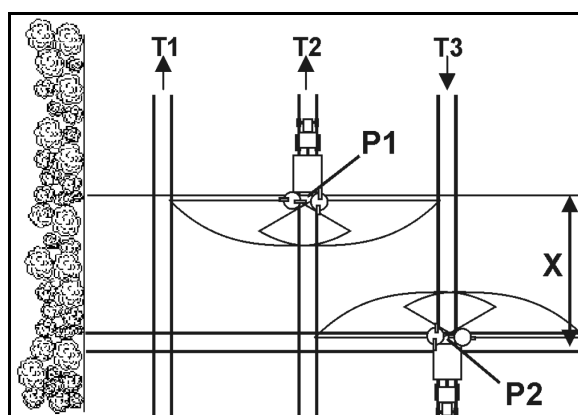

Рис. 86
- Відкрийте запірну заслінку при в'їзді на технологічну колію в точці P1 (Fig. 86), якщо розкидні диски знаходяться на відстані X від технологічної колії розворотної смуги.
- Закриття заслінки перед виїздом з технологічної колії в точці P2 (Fig. 86), коли розкидні диски знаходяться на висоті першої технологічної колії розворотної смуги.